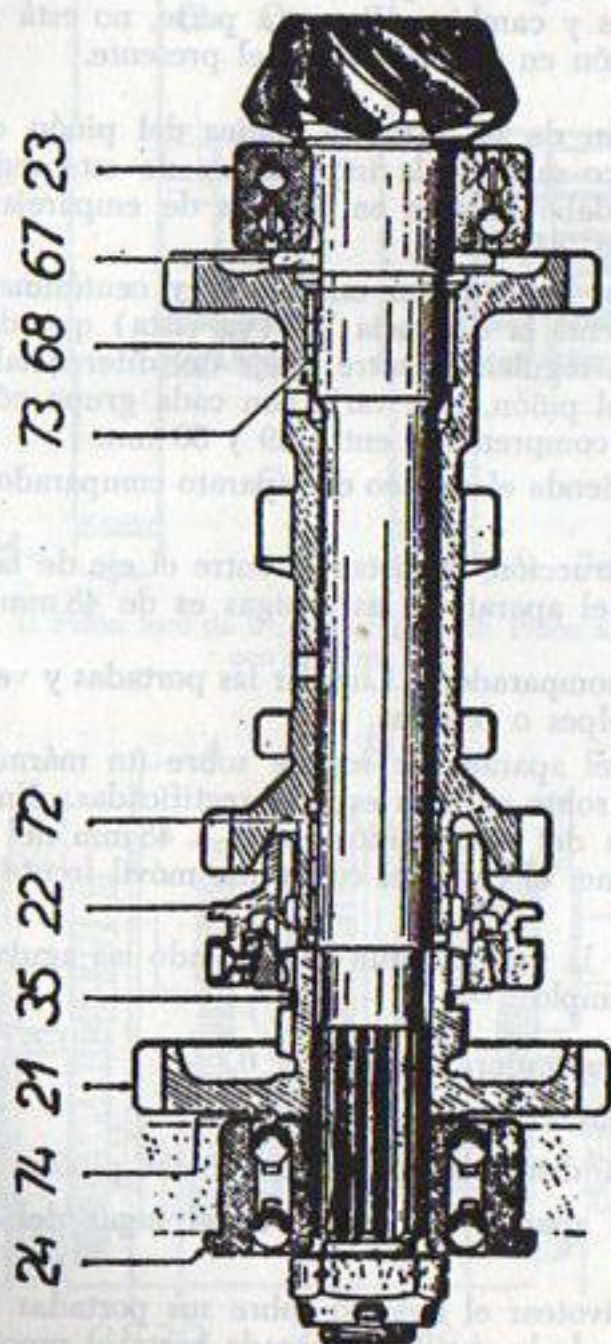

FIG. 39. Piñón de ataque con rueda de reenvío.
Piñón de ataque (preparación) (véase fig. 39). Instalar el segmento de retención (35) sobre la rueda de reenvío del reductor. Montar el rodamiento delantero (23) sobre el árbol (si es necesario, a prensa).
Instalar unos suplementos de reglaje, elegidos entre los espesores disponibles (que son de 0,05, 0,10, 0,20, 0,50 y 1 mm) entre la rueda de reenvío del reductor (21) y el rodamiento (24), si la rueda tiene la longitud 29,25 mm; o entre el collar de apoyo de rodamiento (24) y el cárter, si la rueda tiene 31,25 mm (figs. 39 y 42).